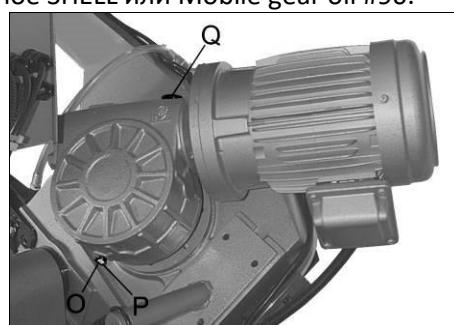

Рис.18
Отсоедините винт с внутренним шестигранником (P, рис.18), чтобы открыть сливную пробку (O) и слить масло.